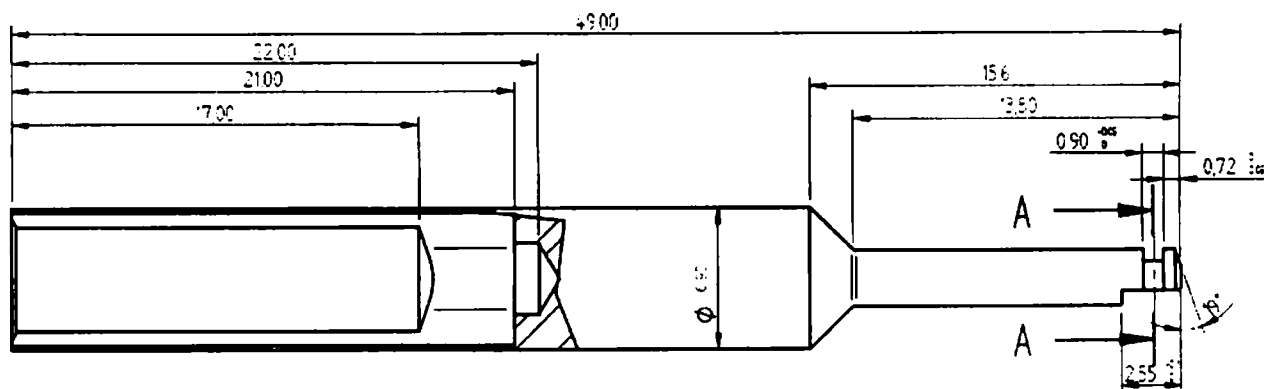

Рисунок 4 – линейные размеры Адаптера, мм
2.8 Линейные размеры Адаптеры указаны на Рис. 4. Допустимое отклонение размеров $\pm 5\%$.